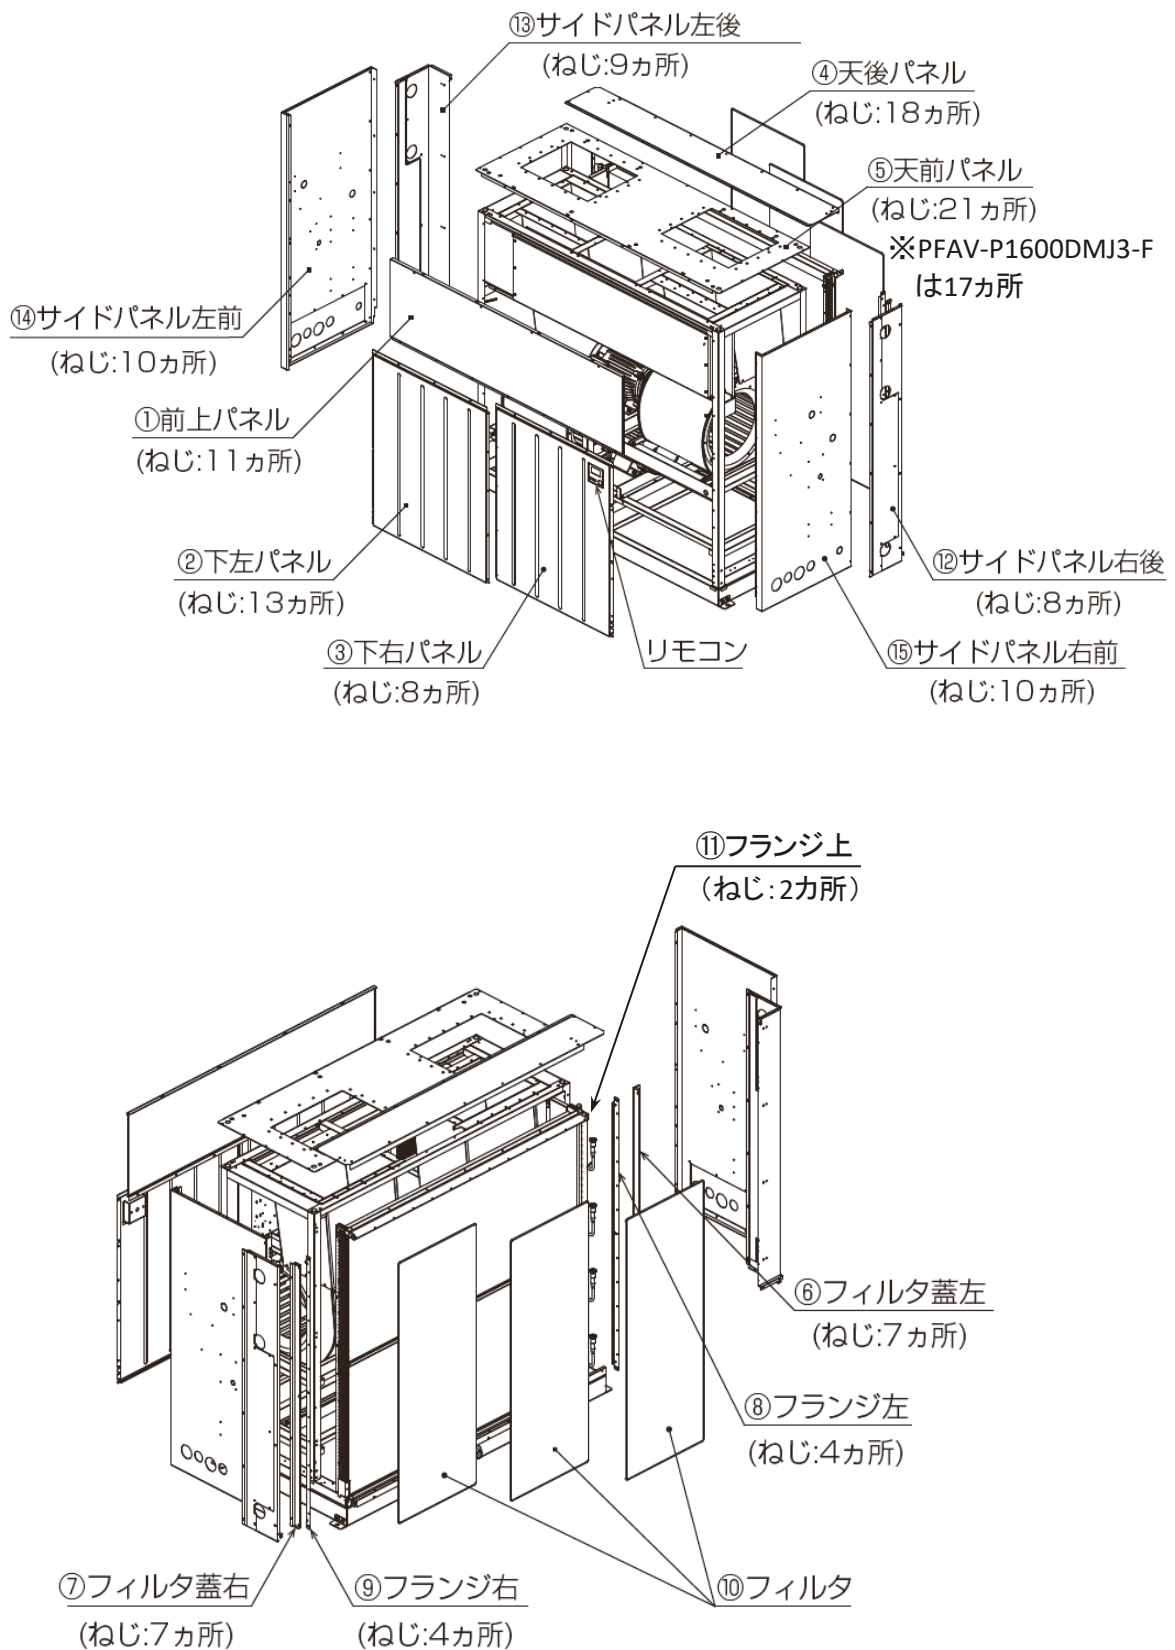

図1.パネル類の取外し
・図1に示す番号順(①～⑮)に外装パネルを取外してください。